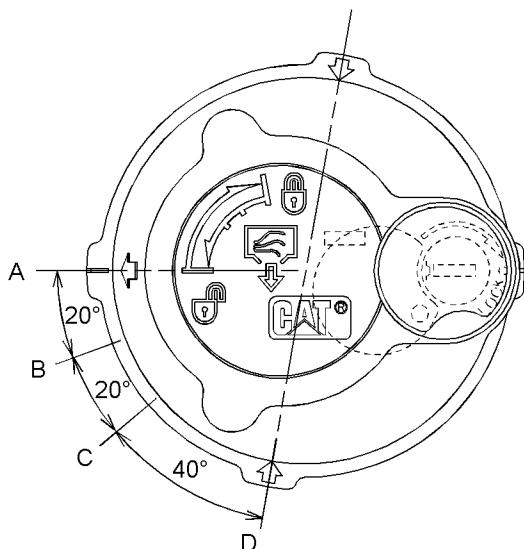

Ilustración 524
- (A) Posición TRABADA
- (B) Posición ALIVIO DE PRESIÓN - COMENZAR
- (C) Posición ALIVIO DE PRESIÓN - FINALIZAR
- (D) Posición ABIERTA
**5. Suelte la presión que puede haber en el circuito hidráulico de retorno con el siguiente procedimiento. Consulte la Ilustración 524 para ver las posiciones de la tapa del tubo de llenado.**
- a. Gire la tapa del tubo de llenado hacia la izquierda y mueva la flecha de la posición (A) a la posición (B).
- b. Suelte la presión durante un mínimo de 45 segundos moviendo la flecha de la posición (B) a la posición (C).
- c. Oprima la tapa del tubo de llenado hacia abajo y mueva la flecha de la posición (C) a la posición (D).